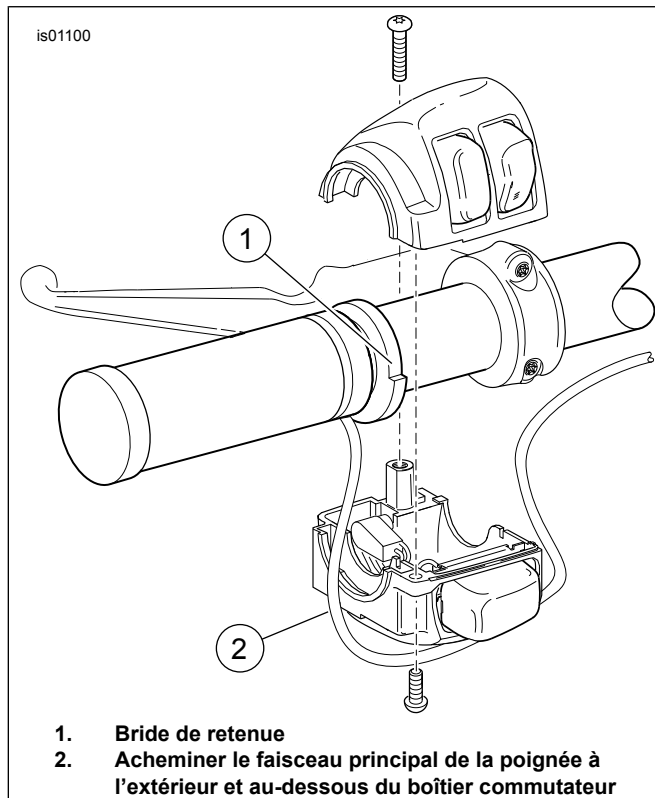

Figure 1. Poignée chauffante (côté gauche)
- Voir Figure 1. Placer la poignée du côté gauche sur le guidon pour permettre à la bride de retenue (1) d'être placée en toute sécurité dans le boîtier commutateur inférieur (2).